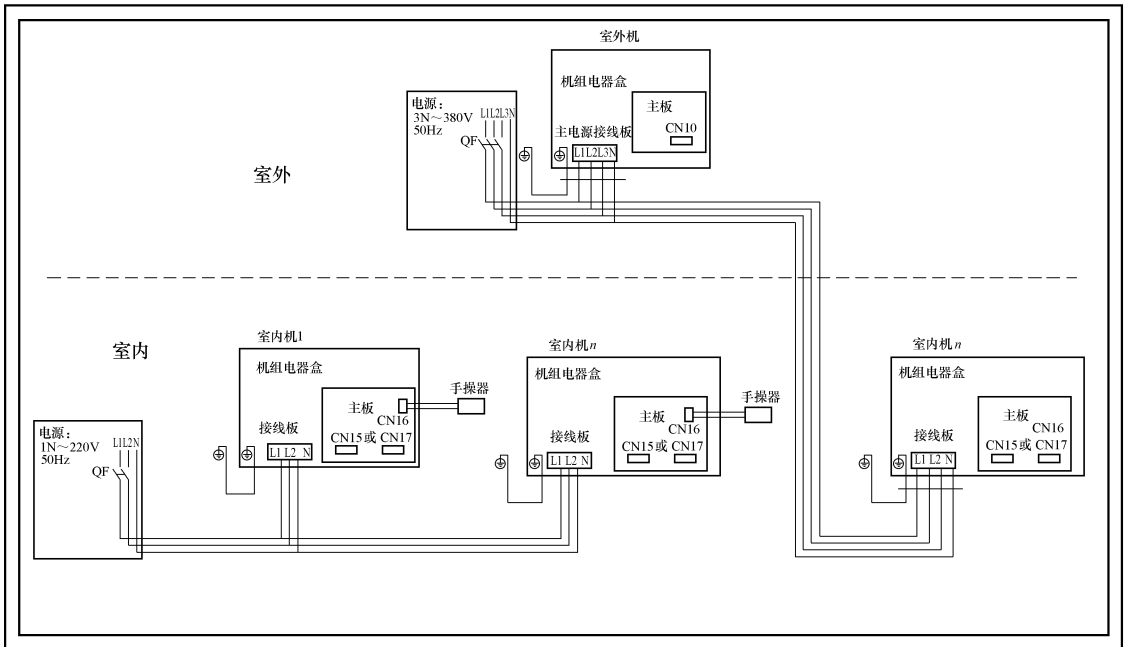

图 3-78 三相供电电源线连接方式 1
1) 方式 1: 在这个系统当中，室外机与室内机的三相电源统一供电。电源线连接方法如图 3-78 所示。